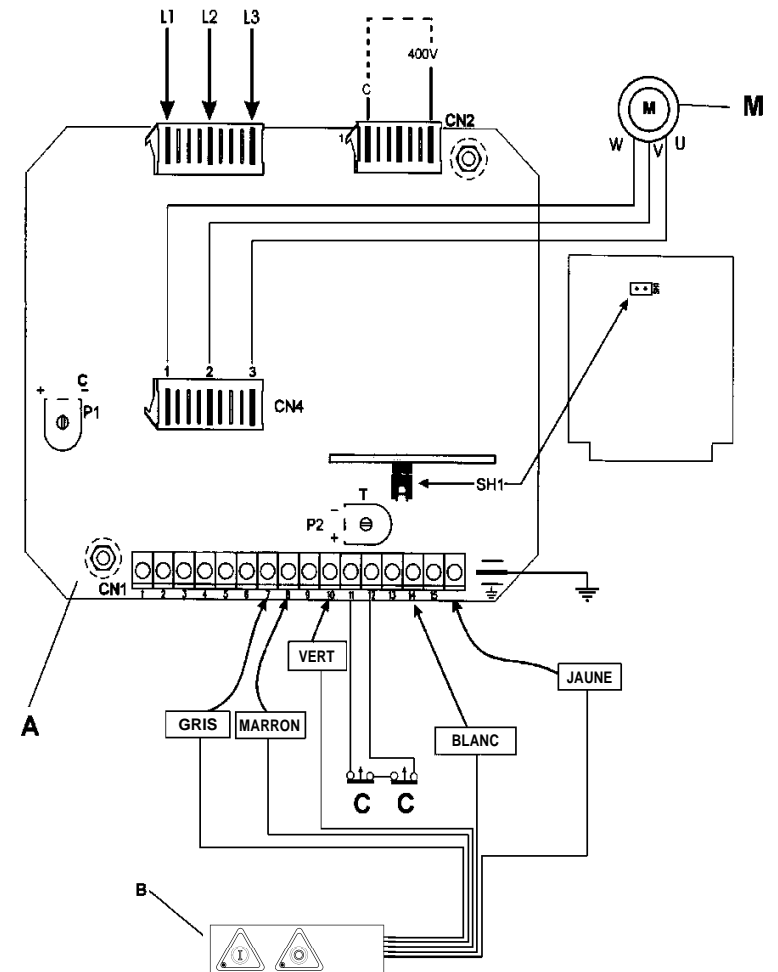

Fig.2.6.1
2.6.1 - Schéma électrique triphasé à 400V(Fig. 2.6.1)